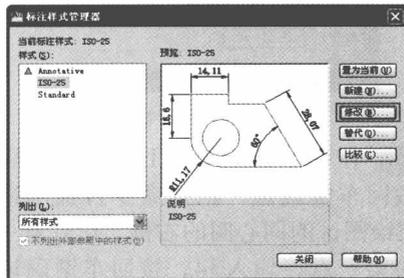

图1-15 “标注样式管理器”对话框
**步骤 15** 在命令行中输入DIMSTYLE（标注样式）命令并按回车键确认，弹出“标注样式管理器”对话框，单击“修改”按钮，如图1-15所示。